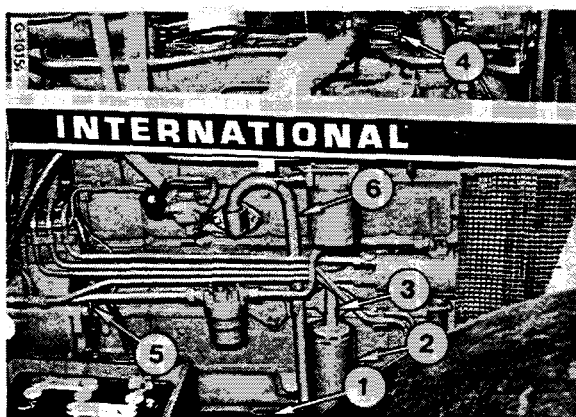
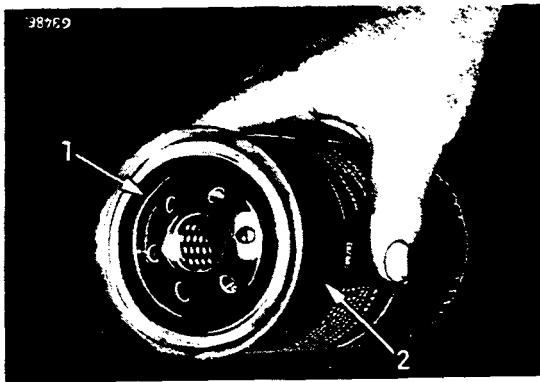

Figure 62
Figure 63
- 1 - Enlevez le bouchon de vidange (1) Fig. 62 du carter d'huile et videz entièrement le carter pendant que l'huile est chaude. Pour assurer une bonne aération, en vue d'accélérer la vidange, enlevez le bouchon de remplissage (4).
- 2 - Remettez le bouchon en place (1) lorsque le carter est vide, et remplacez son joint.
- 3 - Nettoyez l'extérieur du filtre (2) pour empêcher les impuretés de pénétrer dans le système de graissage.
- 5 - Mettez en place le filtre neuf. Enduisez légèrement le joint (1) d'huile moteur, Fig. 63, et serrez le filtre à la main. N'utilisez aucun outil.
- 6 - Faites le plein d'huile jusqu'au repère "maxi" de la jauge, par l'orifice de remplissage (4) Fig. 62.
Nettoyez le filtre du reniflard conformément au tableau d'entretien. Otez le tuyau du reniflard (6) Fig. 62 et sortez l'élément. Lavez-le dans du combustible Diesel et séchez-le à l'air comprimé.